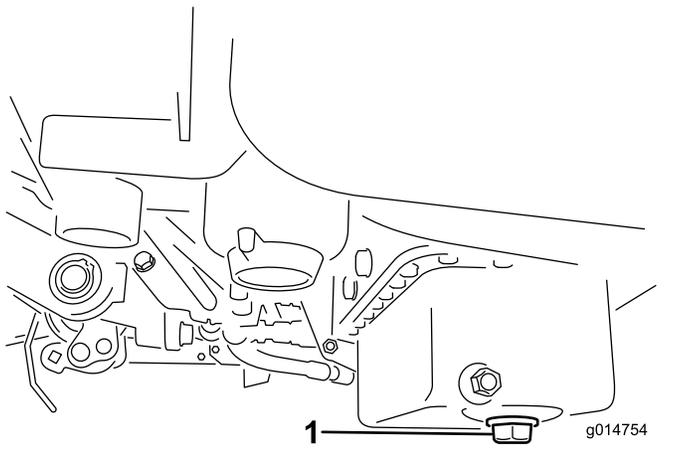

Bild 30
1. Entfernen Sie die Ablassschraube und lassen das Öl in eine Auffangwanne ab. Schrauben Sie die Ablassschraube wieder ein, nachdem das Öl abgelassen ist (Bild 30).